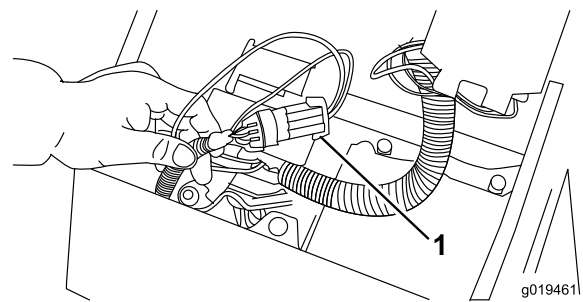

図 38
2. コントロールパネルのカバーを開ける。中に入っているワイヤハーネスとループバック・コネクタを見つける。ワイヤハーネスのコネクタからループバック・コネクタ（図 38）を注意深く外す。